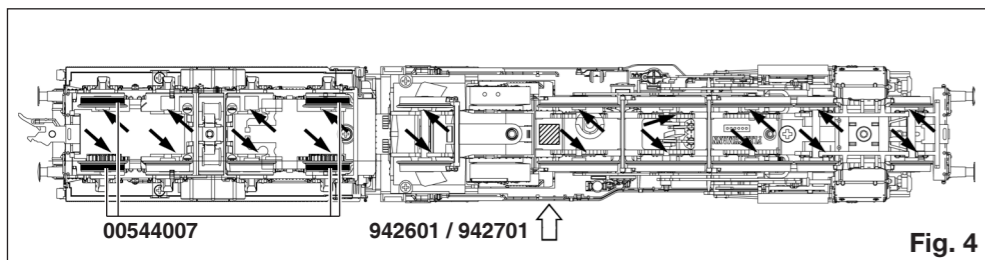

Fig. 4
An der schraffierten Stelle kann der **Schaltmagnet 942601 / 942701** eingebaut werden (Fig. 4).
**Ölen:** Geölt werden Lagerstellen und Getriebe nur an den gekennzeichneten Lagerstellen (Fig. 4 und 5). Nur **FLEISCHMANN-ÖL 6599** verwenden. Nur ein kleiner Tropfen pro Schmierstelle (→), sonst Überölung. Zur Dosierung die in der Verschlusskappe der Ölfflasche angebrachte Nadel verwenden.
The indicated point can be used for locating the **switching magnet 942601 / 942701** (Fig. 4).
**Lubrication:** The bearings and gear-box need only be lightly oiled at the bearing points marked (Fig. 4 and 6). Only use **FLEISCHMANN-oil 6599**. Only put a tiny drop in each place (→), otherwise it will be overoiled. An applicator needle is located in the cap of the oil bottle for your use.
**L'aimant permanent 942601 / 942701** peut être monté à l'endroit indiqué (Fig. 4).
**Graissage:** Les supports et les engrenages doivent être huilés uniquement aux endroits indiqués (Fig. 4 et 6). N'utilisez que l'huile **FLEISCHMANN 6599**. Une seule goutte par point à lubrifier (→), afin d'éviter tout excès. L'aiguille montée dans le bouchon du petit flacon convient parfaitement à cet usage.
Op de gemerkte plaats kan de **schakelmagneet 942601 / 942701** gemonteerd worden (Fig. 4).
**Oliën:** De lager en de aandrijving hoeven alleen op de aangegeven plaatsen geolied te worden (Fig. 4 en 6). Aleen **FLEISCHMANN olie 6599** gebruiken. Een klein druppeltje per smeerpunt (➡) is heus voldoende, anders wordt de zaak te vet. Voor en juiste dosering het spuitje gebruiken dat wordt bijgeleeverd in het olieflasje.
**Kontaktmagnet 942601 /942701** kan monteres på de viste sted (Fig.4).
**Smøring:** Smør kun aksler og gangtøj på de viste steder (Fig. 4 er 6). Anvend kun **FLEISCHMANN-olie 6599**. Kun en enkelt dråbe for hvert smørested (➡), ellers oversmøres. Til dosering anvendes den lille nål indvendigt i skrilåget.
Sul posto segnato può essere installato il **dispositivo di comando 942601 /942701** (Fig.4).
**Lubrificazione:** Dei supporti e l'ingranaggio vengono lubrificati solo nei punti contrassegnati dei supporti (Fig. 4 e 6). Utilizzare solo olio **FLEISCHMANN 6599**. Usare soltanto una piccola goccia per ogni punto di oliatura (➡), altrimenti si rischia di oliare troppo. Per il dosaggio utilizzare l'ago di cui è provvisto il tappo di chiusura del facone dell'olio.